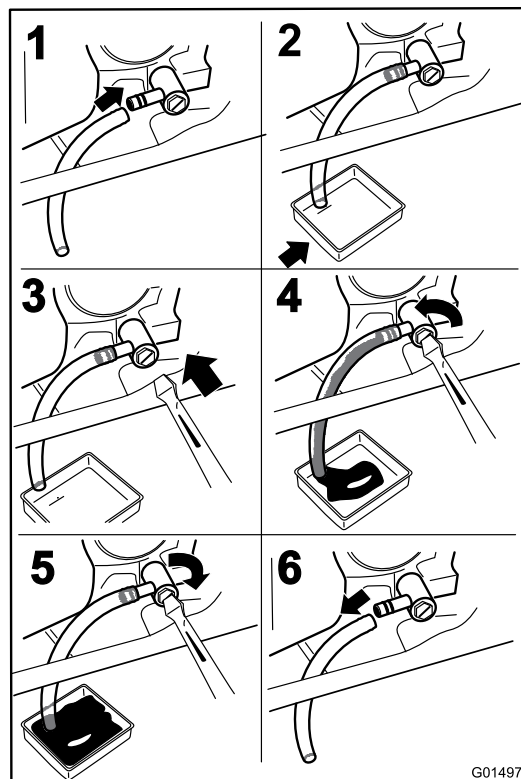

Figure 37
4. Avant de quitter la position de conduite, coupez le moteur, enlevez la clé de contact et attendez l'arrêt de toutes les pièces mobiles (Figure 37).